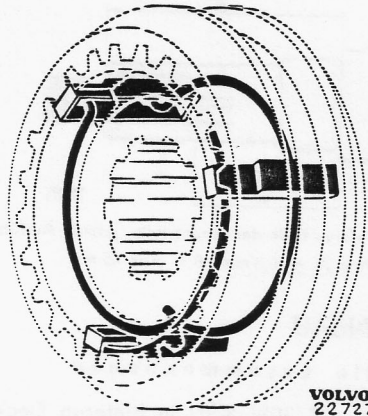
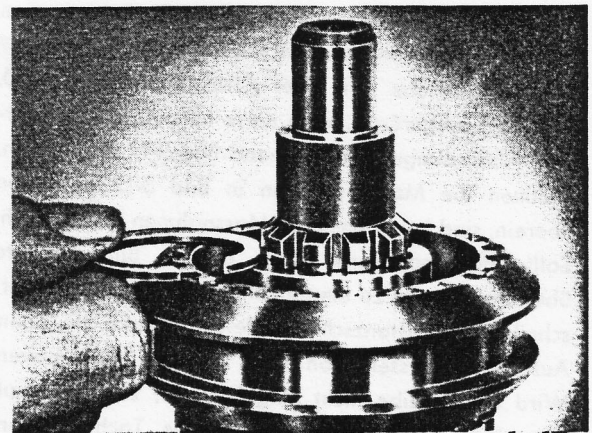

Bild 3-22. Zusammenbau der Synchronerteile
Bild 3-25. Sicherungsring-Stärke festlegen
3. Synchronerteile für den 1. und 2. Gang auf Hauptwelle montieren. Darauf achten, dass die Sicherungsringe richtig eingebaut sind, siehe Bild 3-22.
6. Synchronerteile für den 3. und 4. Gang montieren. Darauf achten, dass die Sicherungsringe richtig eingebaut sind, siehe Bild 3-22. Schaltmuffe so drehen, dass die Nut in einer der kegeligen Oberflächen nach hinten zeigt und auf die Hauptwelle bauen. Stärke des Sicherungsringes bestimmen und den Sicherungsring einbauen, siehe Bild 3-25.